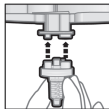

Fig. 2
3. Applicare uno dei puntali di miscelazione Dynamix in dotazione sui fori di uscita della cartuccia. (Fig. 2)